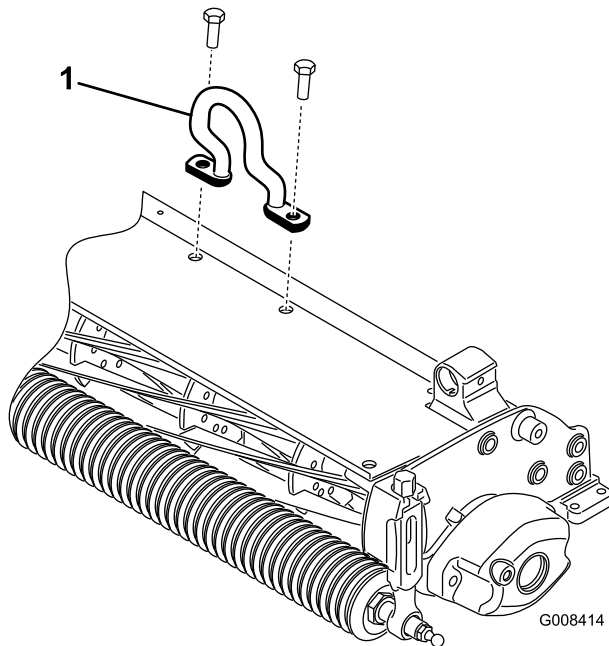

Figure 12
2. Montez le crochet de levage décentré (Figure 12) sur le haut du plateau de coupe avec (2) boulons M10-1,5. Serrez les boulons à un couple de 34 à 41 Nm. Le crochet doit être orienté vers l'avant.